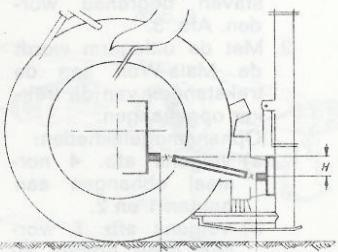
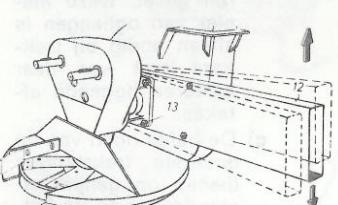

Abb. 10
Abb. 11
4. Die Gelenkwelle soll möglichst waagerecht vom Schlepper zum MW eingebaut werden, Abb. 10. Wenn das Maß „H“ zu groß ist, so kann eine Verstellung des Auslegearms nach Abb. 11 vorgenommen werden.
4. The universal shaft should be installed as near horizontal as possible between tractor and implement (Fig 10). If dimension 'H' is too large, the jib can be adjusted as shown in Fig. 11.
4. Dans toute la mesure du possible, l'arbre à cardan doit être menté horizontalement entre le tracteur et la machine MW, fig. 10. Lorsque la distance "H" est trop grande, on modifie en conséquence la po-
4. L'albero a snodo deve essere montato più possibile orizzontale dal trattore all'MW, fig. 10. Se la misura "H" è troppo grande, è possibile modificare la posizione del braccio sporgente.
4. De cardanas dient men zover mogelijk horizontaal tussen tractor en aanhangwagen te monteren. Indien maat ,H' te groot zou zijn, kan men de uitlegarm volgens fig. 11 verstellen.
sition du bras de support selon la fig. 11.